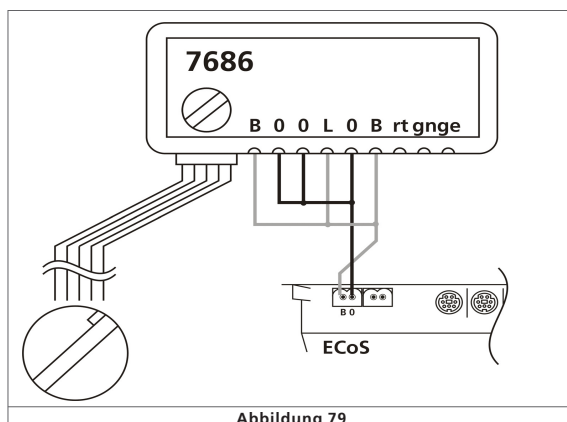
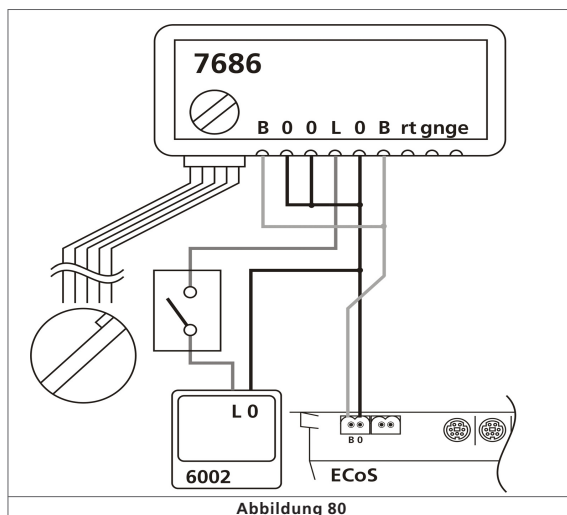

Abbildung 79
Abbildung 80
Zur Stromversorgung der Drehscheibe können Sie entweder direkt den Hauptgleisausgang der ECoS verwenden (siehe Abbildung 79) oder Sie benötigen einen externen Transformator (siehe Abbildung 80).
- Wenn Sie Ihre Drehscheibe wie in Abbildung 79 direkt mit dem ECoS-Hauptgleis versorgen, schalten Sie Ihre ECoS auf Stop und anschließend wieder auf Go. Wenn Sie nun innerhalb von 5 Sekunden die „input“-Taste betätigen, versetzen Sie den Drehscheibendekoder in den Programmiermodus.
- Wenn Sie Ihre Drehscheibe wie in Abbildung 80 über einen separaten Transformator versorgen, können Sie die Versorgungsspannung des Drehscheibendekoder über diesen Transformator bzw. über den optionalen Schalter in der Zuleitung zum Drehscheibendekoder (Anschlüsse L und 0) unterbrechen. Nach dem Einschalten der Versorgungsspannung müssen Sie auch in diesem Fall innerhalb von 5 Sekunden die input-Taste drücken.